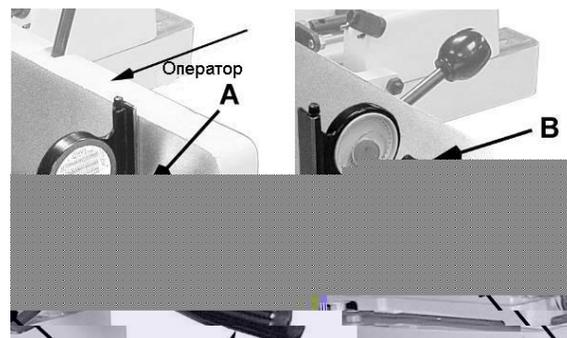

Рисунок 15
5. Поместите прибор для измерения угла на стол и прижмите его к упору, чтобы убедиться, что упор установлен на 90° (А, рис. 15).
6. Если упор установлен не перпендикулярно столу, ослабьте *фиксатор наклона* (В), ослабьте *стопорную гайку* (D), фиксирующую *стопорный винт* (F), и поворачивайте стопорный винт, пока упор не установится перпендикулярно столу.
7. Затяните *стопорную гайку* (D), чтобы зафиксировать *стопорный винт* (F) и сохранить результат регулировки.
4. Поместите прибор для измерения угла на стол и прижмите его к упору, чтобы убедиться, что упор установлен на угол 135° к столу (В, рисунок 15).
5. Для регулировки ослабьте *стопорную гайку* (J), фиксирующую *стопорный винт* (Н), и поворачивайте стопорный винт до тех пор, пока упор не установится на угол 135° .
6. Затяните *стопорную гайку* (J).